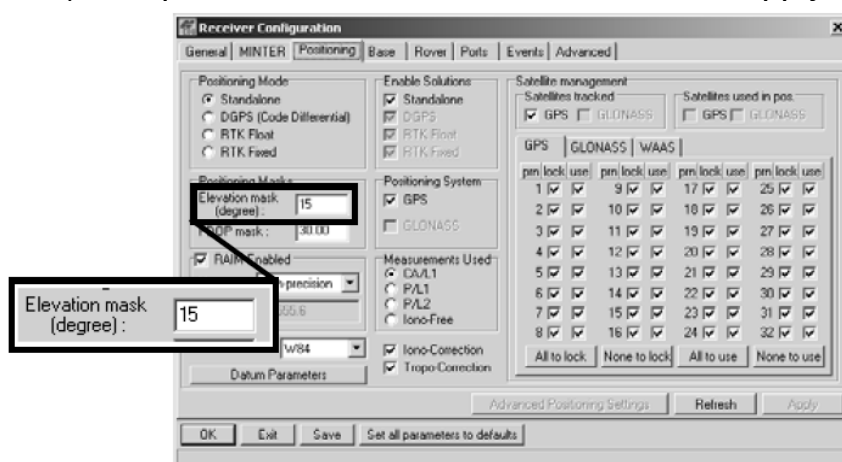

Рисунок 3-7. Настройка приемника – минимальный угол возвышения
- Выберите вкладку **Positioning (Местопределение)** и установите значение 15 градусов для параметра *Elevation mask (Минимальный угол возвышения)*, см. рис. 3-7, затем щелкните на кнопке *Apply (Применить)*.
4. Выберите вкладку *Positioning (Местопределение)* и установите значение 15 градусов для параметра *Elevation mask (Минимальный угол возвышения)*, см. рис. 3-7 на стр. 3-10.